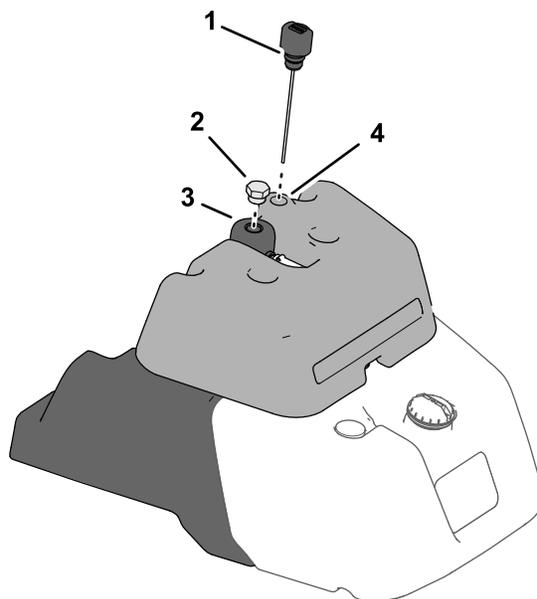

Рисунок 34
- Если на вашей машине есть указатель уровня топлива в верхней части топливного бака, найдите масломерный щуп гидравлической системы в верхней части бака системы обнаружения утечек (Рисунок 34) и перейдите к пункту 3.